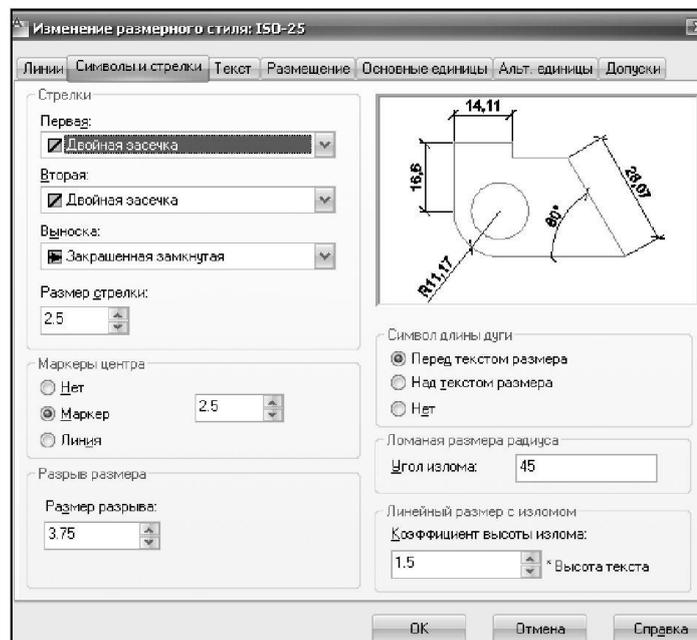

Рисунок 27. Диалоговое окно «Новый размерный стиль», вкладка «Символы и стрелки»
- Вкладка «Символы и стрелки» в поле «Размерные стрелки» необходимо установить вид стрелки (двойная засечка) и указать ее размер (рис. 27). Все изменения будут отражены в диалоговом окне на примере.